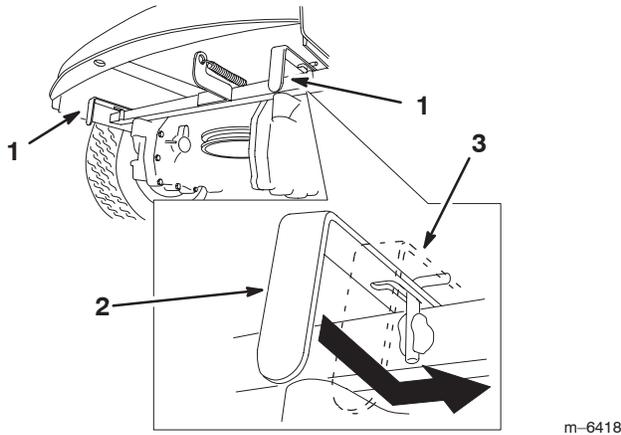

Figure 13
3. Poussez chaque levier de dérivation vers l'avant, puis sortez-les complètement (Fig. 13).
Poussez les deux leviers de dérivation vers l'intérieur puis ramenez-les en arrière (Fig. 13).